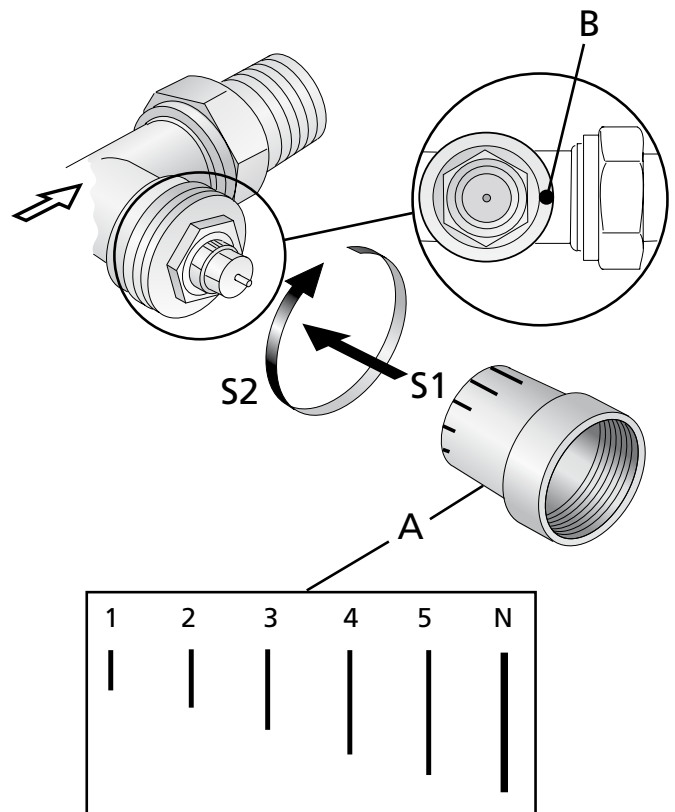

Figure 1. Réglage de la valeur  $k_v$
- Les différents réglages se font à l'aide du marquage présent sur le capot, voir figure 1.
- Chaque valeur  $k_v$  est identifiée par des traits de différentes longueurs sur le capot de protection (A), voir figure 1 et le tableau des modes de réglage des valeurs  $k_v$ .
- Faites pivoter le capot de protection (S2) jusqu'à ce que la marque de référence correcte (A) soit alignée sur le repère (B) du côté sortie de la vanne.
- À la livraison, les vannes sont réglées sur entièrement ouvert (position N), voir figure 1.